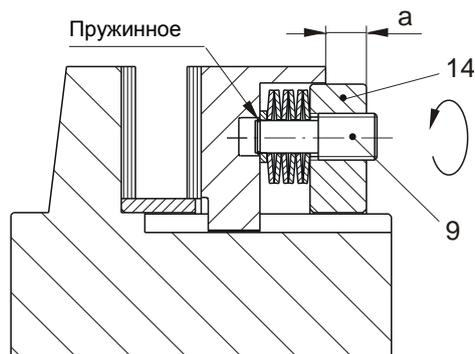

Рис. 23
Для фрикционных муфт конструктивных Размеры 6 – 12 размер "а" задает величину необходимого момента проскальзывания (Рис. 23 и 25).
Установка крутящего момента (Рис. 23 и 24)
1. Установочный винт (22) вывернуть из регулировочной гайки (14).
2. Регулировочную гайку (14) с незакрученными до конца, расслабленными несущими болтами тарельчатых пружин (несущие болты (9) выступают над регулировочной гайкой (14)) с помощью торцевого штифтового ключа выставить на нужную величину размера "а". При этом цапфы торцевого штифтового ключа для вращения регулировочной гайки (14) должны быть вставлены в два шестигранных углубления в несущих болтах (9) тарельчатых пружин.
Несущие болты (9) тарельчатых пружин не выкручивать против усилия пружинного стопорного кольца (Рис. 23).
3. После регулировки зафиксировать регулировочную гайку (14), вкрутив радиально расположенный установочный винт (22) в один из 4 пазов втулки.